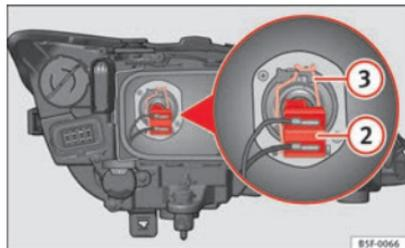

Fig. 140 Luz de cruce
- Extraiga el conector ⇒ fig. 140 ② de la lámpara.
- Desenganche el resorte retentor ⇒ fig. 140 ③ presionándolo hacia dentro y a la derecha.